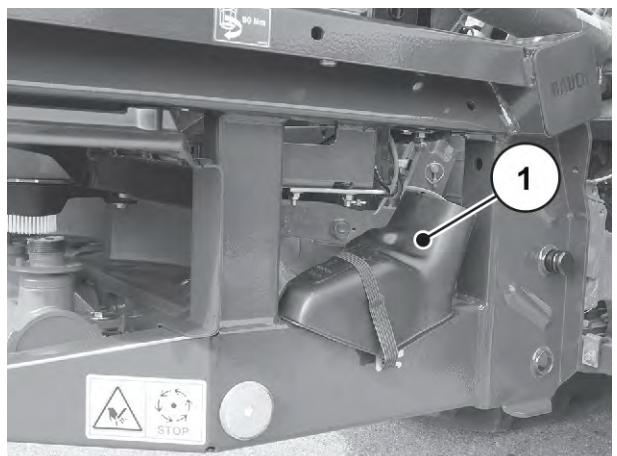

図 35: キャリブレーションテストシートの位置
- キャリブレーションテストシートを準備します参照: **図 35 キャリブレーションテストシートの位置**